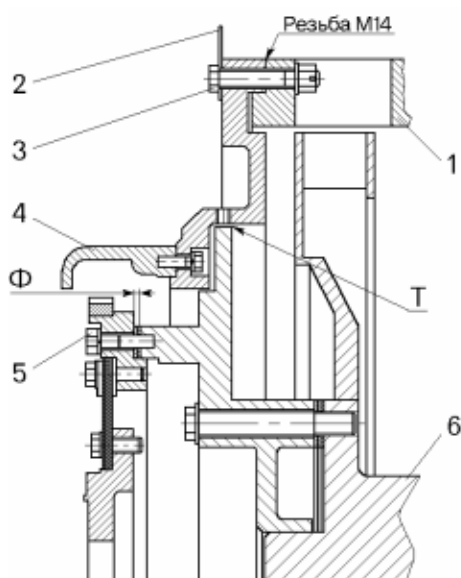

Рисунок 5.6 – Сборка дизель-генератора:
- через отверстие в картере маховика, образовавшееся после снятия пневмостартера, открутить один из болтов крепления адаптера ротора генератора к маховику (позиция 5 рисунок 5.6);
Закрепить шкальный индикатор по резьбе М14х1, выполненной в корпусе адаптера в точке 3 или 9 часов часового циферблата. Ножку индикатора установить на поверхность Т (рисунок 5.6) адаптера ротора. Выставить индикатор на «ноль». Валопроворотным устройством проворачивать коленчатый вал дизель-генератора на 360° , отмечая биение по индикатору.